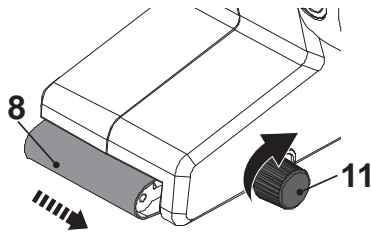

Fig. 4
3. Pendant que la bande tourne, tournez le bouton de réglage de l'alignement (7) pour aligner la bande abrasive au centre des rouleaux (10, 12).
4. Tournez le bouton de réglage de l'alignement (7) dans le sens horaire pour aligner la bande abrasive (8) sur la gauche (du point de vue de l'opérateur) (Fig. 4).